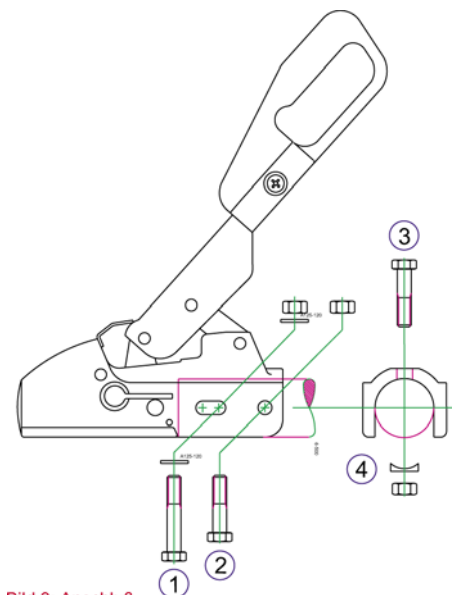

Bild 3: Anschluß
2.2 Die Zugkugelkupplung WS 3000 D kann mit Längs- ①+② oder Kreuzverschraubung ①+③ und den Lochabständen von 40/50/54mm montiert werden. Die Zugkugelkupplung WS 3000 H kann mit Kreuzverschraubung ①+③ und dem Lochabstand 40mm montiert werden. Das Befestigungsmaterial gehört zum Lieferumfang und ist wie folgt einzusetzen: (Bild 3)
2.3 Wird die Zugkugelkupplung WS 3000 als Ersatz für einen anderen Kupplungstyp eingesetzt, so ist bei Auflaufeinrichtungen darauf zu achten, daß der Stoßdämpfer wieder vorschriftsmäßig montiert und evtl. im Zugrohr vorhandene Distanzrohre korrekt aufgefädelt werden. Als Hilfsmittel bitte die mitgelieferten Bolzen $\varnothing 12 \times 34\text{mm}$ oder $\varnothing 12 \times 49\text{mm}$ je nach Deichseldurchmesser verwenden. Bolzen als Durchschlag der Befestigungsschraube ② oder ③ (Bild 3) je nach Befestigungsart des Stoßdämpfers verwenden und während der Montage der Zugkugelkupplung zur Zentrierung des Stoßdämpfers im Zugrohr stecken lassen. Beim Durchstecken der neuen Befestigungsschraube, Bolzen wieder entfernen.